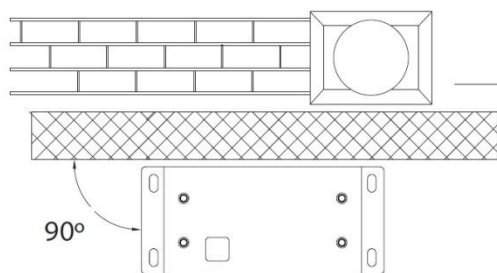
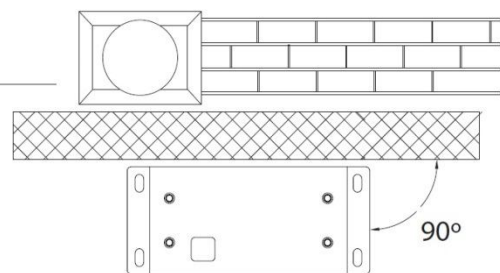

Fig. 09a
Fig. 09b
a) La chapa/placa de fijación debe ser colocada como en la Fig.09a (cerrar a la derecha) o Fig. 09b (cerrar a la izquierda), para asegurar que la cremallera y el piñón encajan perfectamente.